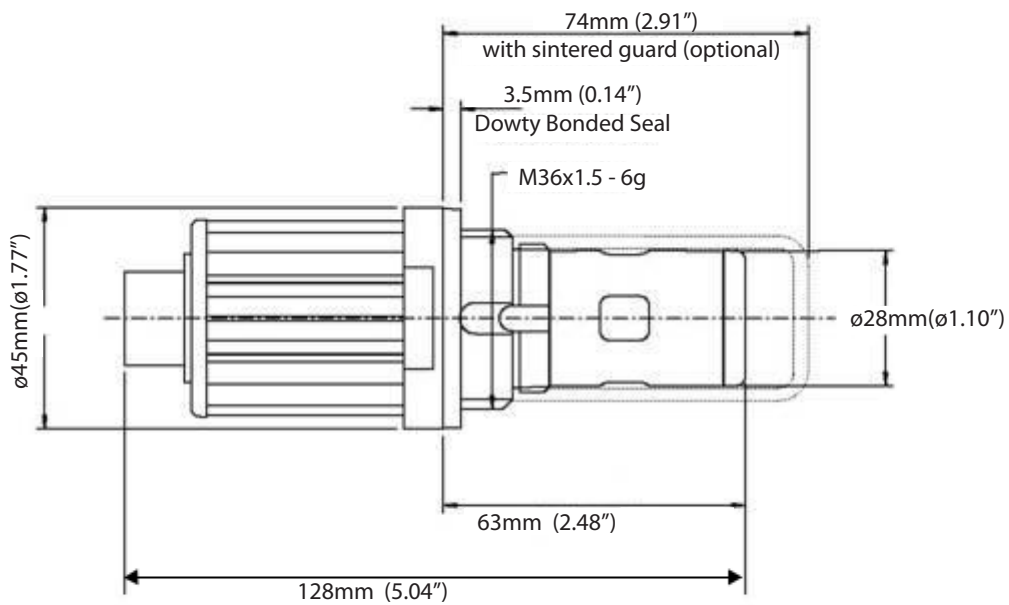

Abbildung 28 Abmessungen des Sensors
2. Windows erkennt das Gerät und installiert automatisch die passenden Treiber. Ist die Installation der Treiber erfolgreich, dann zeigt der Windows Geräte-Manager folgenden Treiber (siehe Abb. 28): Michell Instruments USB to UART Bridge Controller